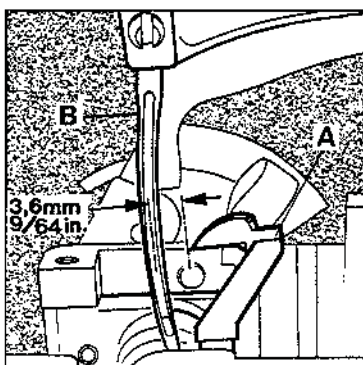

Fig.6A
Set the looper (A, Fig. 6A) so that the distance from the center of the needle (B) to the point of the looper is not less than 3.6 mm (9/64") when the looper is at its farthest end position from the needle. Looper gauge No. 21225-9/64 can be used advantageously in making this setting.
Stellen Sie den Greifer (A, Fig. 6A) so, daß der Abstand von Nadelmitte (B) bis zur Greiferspitze nicht weniger als 3,6 mm beträgt, wenn der Greifer in der von der Nadel entferntesten Einstellung ist. Die Greifereinstelllehre Nr. 21225-9/64 erleichtert diese Einstellung.